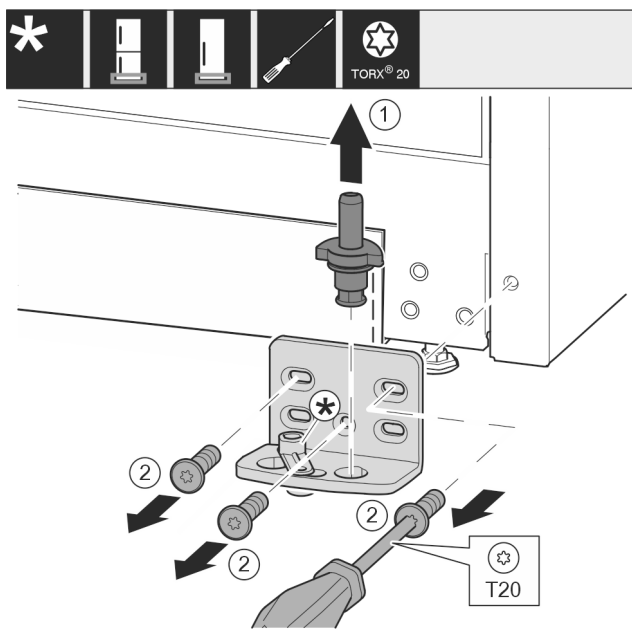

Fig. 13
- Sortir complètement l'axe de palier par le haut. Fig. 13 (1)
- Desserrer les vis avec le tournevis T20 et enlever le support de palier. Fig. 13 (2)